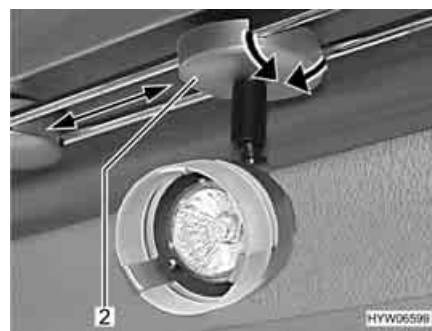

Fig. 90 Come posizionare il faretto
- Afferrare il supporto (Fig. 90,2).